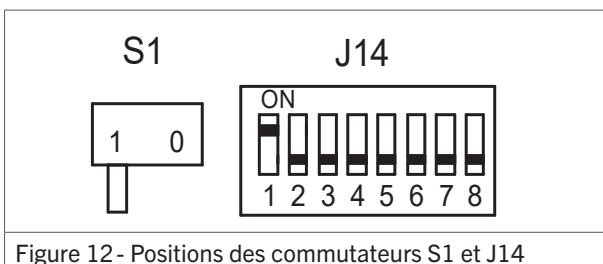

Figure 12- Positions des commutateurs S1 et J14
2. Positionner comme suit les commutateurs S1 et J14 du module de commande (figure 12 / 13) :